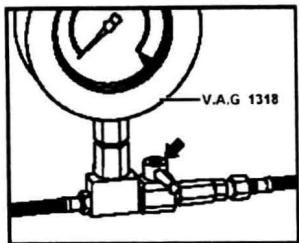

图1-1-19 示意图
(5) 关闭点火开关，检查密封性和保持压力，注意表上压降。10min后，压力不应小于0.25MPa。
(6) 如果保持压力降至0.25MPa以下：启动发动机，使之怠速运转。建立起压力后，关闭点火开关。同时关闭V.A.G1318上的闭锁栓（图1-1-19中箭头所示的杆与油流动方向成90°）。注意表上的压降。
(7) 如果压力未下降：检查燃油泵单向阀。
(8) 如果压力又下降：打开V.A.G1318上的锁栓，杆指向油流动方向。启动发动机，使之怠速运转。建立起压力后，关闭点火开关。在棕色标记处封住回油软管。
(9) 如果压力不下降：更换燃油压力调节器。
(10) 如果压力又下降：检查管路接头，燃油分配管上O形环及喷油阀是否泄漏。检查压力测试仪是否泄漏。说明：拆卸测试仪前，松开锁栓以泄压，将燃油排到一容器内。